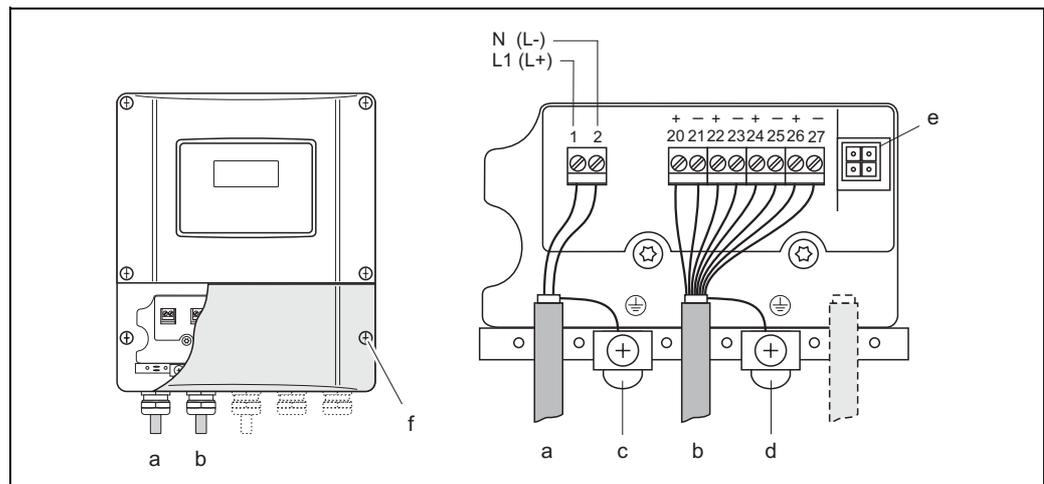

Fig. 23: Collegamento del trasmettitore (custodia per montaggio a parete); sezione del cavo: 2,5 mm² (AWG 13) max.
- Schema elettrico (custodia per montaggio a parete)–Fig. 23